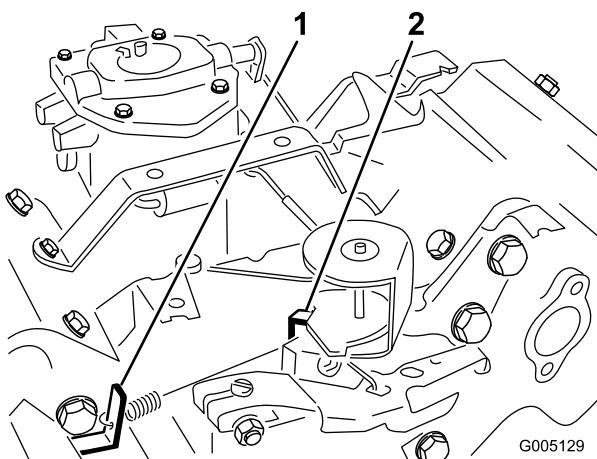

Bild 51
- Biegen Sie den Anker-Federmitnehmer (Bild 51), um eine Leerlaufgeschwindigkeit von 1650 ± 100 U/min zu erzielen. Prüfen Sie die Motordrehzahl mit einem Drehzahlmesser.
- Stellen Sie den Gasbedienungshebel auf Schnell“. Biegen Sie den Federankermitnehmer in der Vollgaseinstellung (Bild 51), bis Sie eine Vollgasdrehzahl von 2800 ± 50 U/min realisieren.